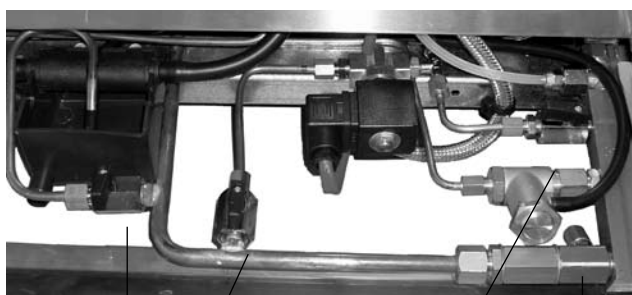

Figura 8
- a) Il rubinetto di scarico caldaia **a** deve essere chiuso (figura 8).
- b) I rubinetti della valvola auto livello **b-c** devono essere aperti (figura 8).
Per evitare il presentarsi dell'anzidetto allarme autolivello, sarà sufficiente accelerare il caricamento automatico della caldaia agendo sull'apposito pulsante di carico manuale **f** (figura 8).